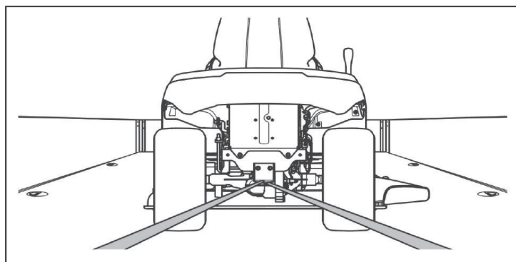
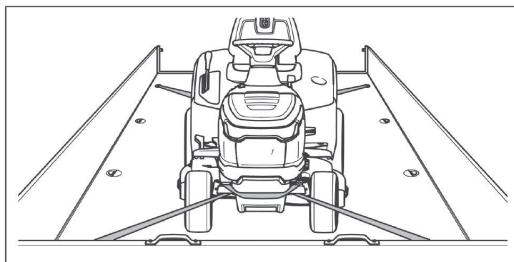

Рис. 50
Рис. 51
8. Закрепите газонокосилку ремнями или тросами по мере необходимости, чтобы предотвратить движение во время транспортировки (Рис. 50 и Рис. 51).